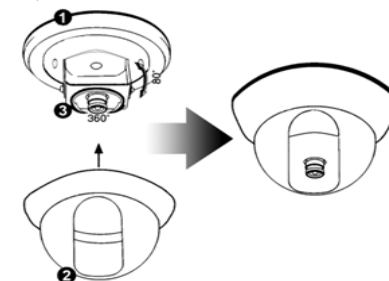

Рис. 1
- Отделите защитный купол от монтажной площадки, повернув его для совмещения зацепов на куполе и пазов в площадке, и потянув вниз (Рис. 1).